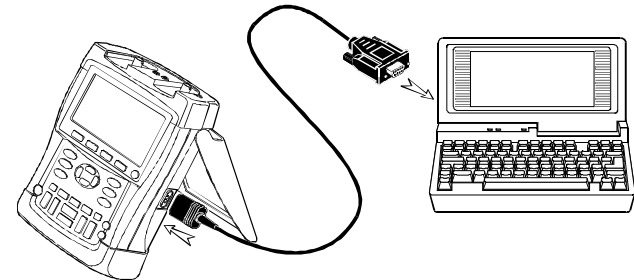

Figura 33. Ligação de um computador
- Utilize o Adaptador/Cabo RS-232 isolado opticamente (PM9080) para ligar um computador à OPTICAL PORT(porta óptica) do aparelho de teste. (Vide Figura 33).